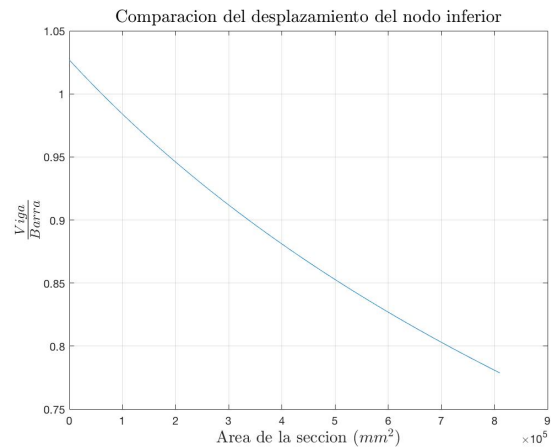

Figura 2: Desplazamiento relativo del nodo en función de la sección
Se tomó el nodo inferior como referencia para este análisis por el motivo de que, en un puente, puede ser importante la altura que hay debajo suyo. La *Figura 2* muestra el cociente entre los módulos del vector desplazamiento del nodo para vigas y barras (expresado como $\frac{Viga}{Barra}$) en función de la sección.
- Salvo para secciones muy pequeñas, las vigas tienen un desplazamiento menor que las barras en el nodo seleccionado. Al aumentar la sección, el decrecimiento de los desplazamientos en vigas es sustancialmente más rápido que en barras (Figura 2).